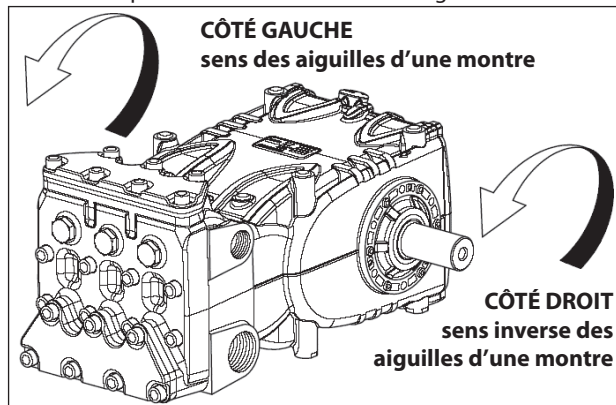

Fig. 5
En se plaçant face à la tête de la pompe, le sens de rotation devra correspondre aux indications de la Fig. 5.
**N.B.** La version représentée sur la Fig. 5 est celle de droite.